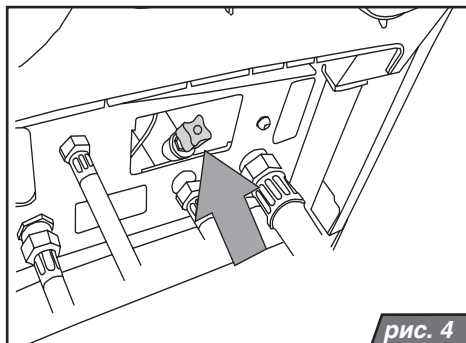

рис. 4
Дополнение воды в систему отопления (только небольшое количество) можно осуществлять с помощью дополняющего вентилля на котле (рис. 4).
- вручную откройте синий вентиль доливки (рис. 4) и следите за повышением давления на дисплее панели управления котла (для отображения значения давления необходимо нажать кнопку MODE)